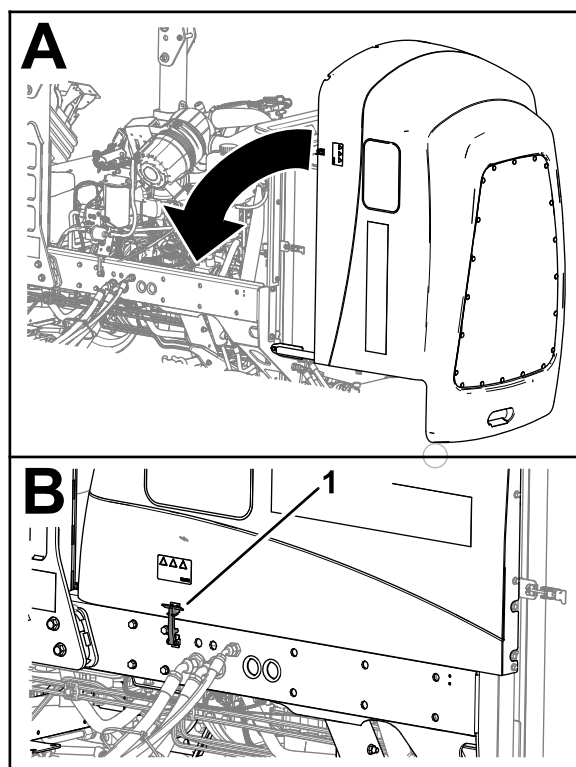

Figura 60
1. Gire cuidadosamente el capó para cerrarlo (Figura 60).